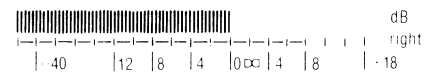

Fig. 17
8. Zu diesem Zeitpunkt prüfen, ob der 0 dB Anzeiger abgeschwächt aufleuchtet (mittelhell, zwischen ganz hell und erlischt siehe Fig. 17).